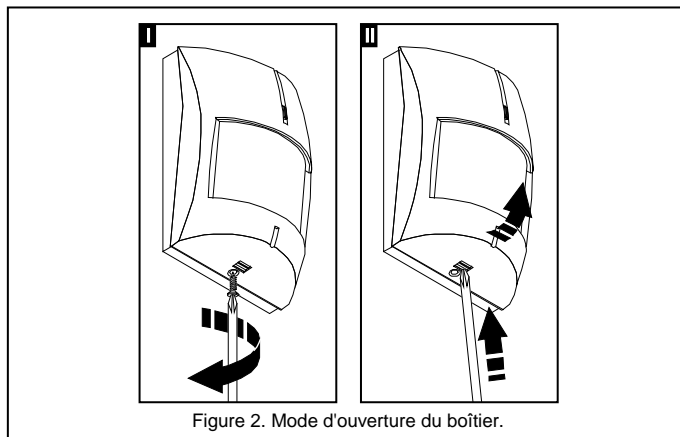

Figure 2. Mode d'ouverture du boîtier.
1. Ouvrir le boîtier conformément à la figure 2.